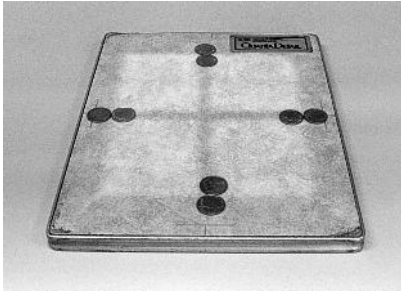

Fig. 2- 1. Prueba de alineación del campo de luz / haz de rayos- X utilizando ocho monedas.
- Herramienta de prueba para la alineación. Comercialmente están disponibles, pero una simple alternativa es utilizar ocho monedas o cuatro presillas para papel (ver fig. 2- 1, fig. 2- 2).